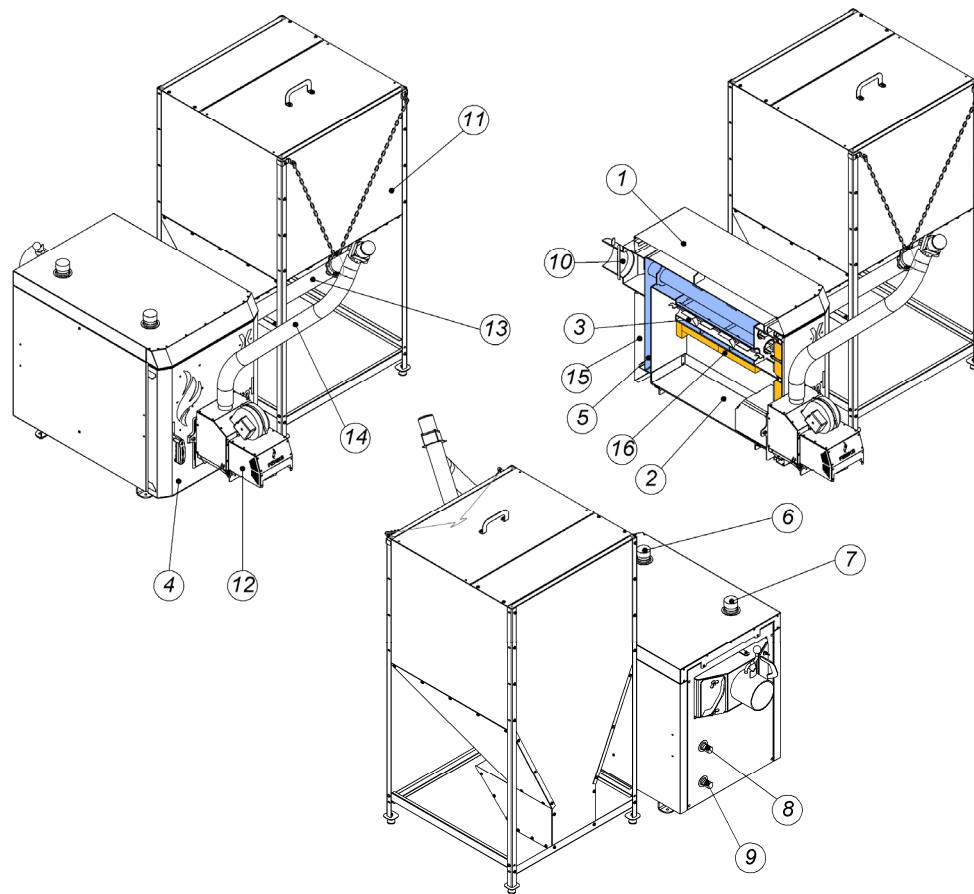

Рисунок 2 – Зовнішній вигляд та основні елементи котла
Корпусом котла (поз. 1, рис. 2) є паралелепіпед з подвійними стінками, які розділені водними перегородками (поз. 5, рис. 2). По периметру топочної камери, що виконана у формі напівциліндру, розташовані теплообмінні жарові труби.
- шнекового (гвинтового) механізму подачі палива, який приводиться в рух мотор-редуктором (поз. 13, рис. 2);
- автоматичного пелетного пальника (поз. 12, рис. 2);
Паливо для процесу спалення подається автоматично з розташованого біля котла бункера для палива (поз. 11, рис. 2) за допомогою гвинтового (шнекового) механізму подачі. Шнековий механізм з'єднується з пальником гнучким гофрованим рукавом (поз. 14, рис. 2), що виготовлений з легкоплавкого матеріалу. Згоряння палива (пелети) відбувається в камері згоряння пальника на рухомому колоснику, який виготовлений з жароміцної сталі.
Обслуговування котла полягає у періодичному додаванні палива у бункер (поз. 11, рис. 2) та усуненні золи з зольника. Після розпалення котел не потребує постійного перебування у приміщенні, де він змонтований, обслуговуючого персоналу. Експлуатація котла може відбуватися безперервно під час всього опалювального сезону. Котел, також, може працювати після опалювального сезону в системі з бойлером на гаряче водопостачання.
Димові гази виходять у димохід крізь боров (поз. 10, рис. 2), розташований у задній частині котла.
На передній стінці котла розташовані дверцята топки (поз. 4, рис. 2), призначені для монтажу пальника, періодичного чищення теплообмінника та видалення золи із зольника.
На верхній стінці котла розміщені наступні патрубки: патрубок прямої та зворотної мережної води (поз. 6 и поз. 7, рис. 2), на задній: штуцер для встановлення запобіжного клапана (поз. 8, рис. 2), та штуцер для зливу води з котла (поз. 9, рис. 2).
Корпус котла обкладений теплоізоляційним матеріалом – мінватою (поз. 15, рис. 2).